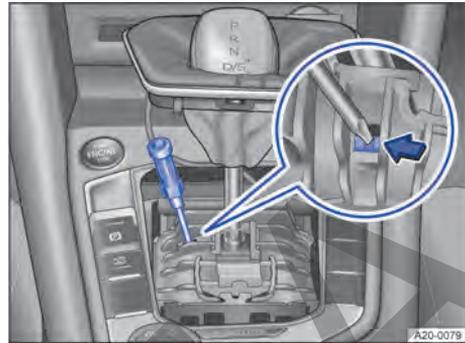
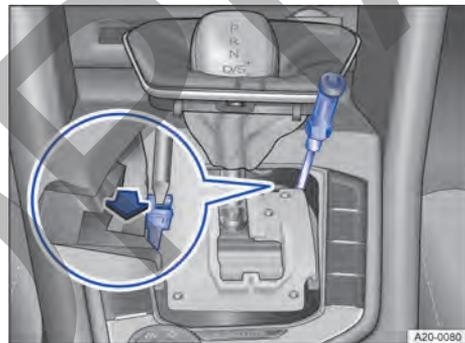

Fig. 91 Realizar un desbloqueo de emergencia de la palanca selectora (variante 1).
Fig. 92 Realizar un desbloqueo de emergencia de la palanca selectora (variante 2).
- Tire de la cubierta hacia arriba con cuidado, por la zona del guardapolvo de la palanca selectora, junto con los cables eléctricos que lleve conectados → fig. 91 o → fig. 92.
- Presione la palanca de desbloqueo en el sentido de la flecha → fig. 91 o → fig. 92 y manténgala en esa posición.